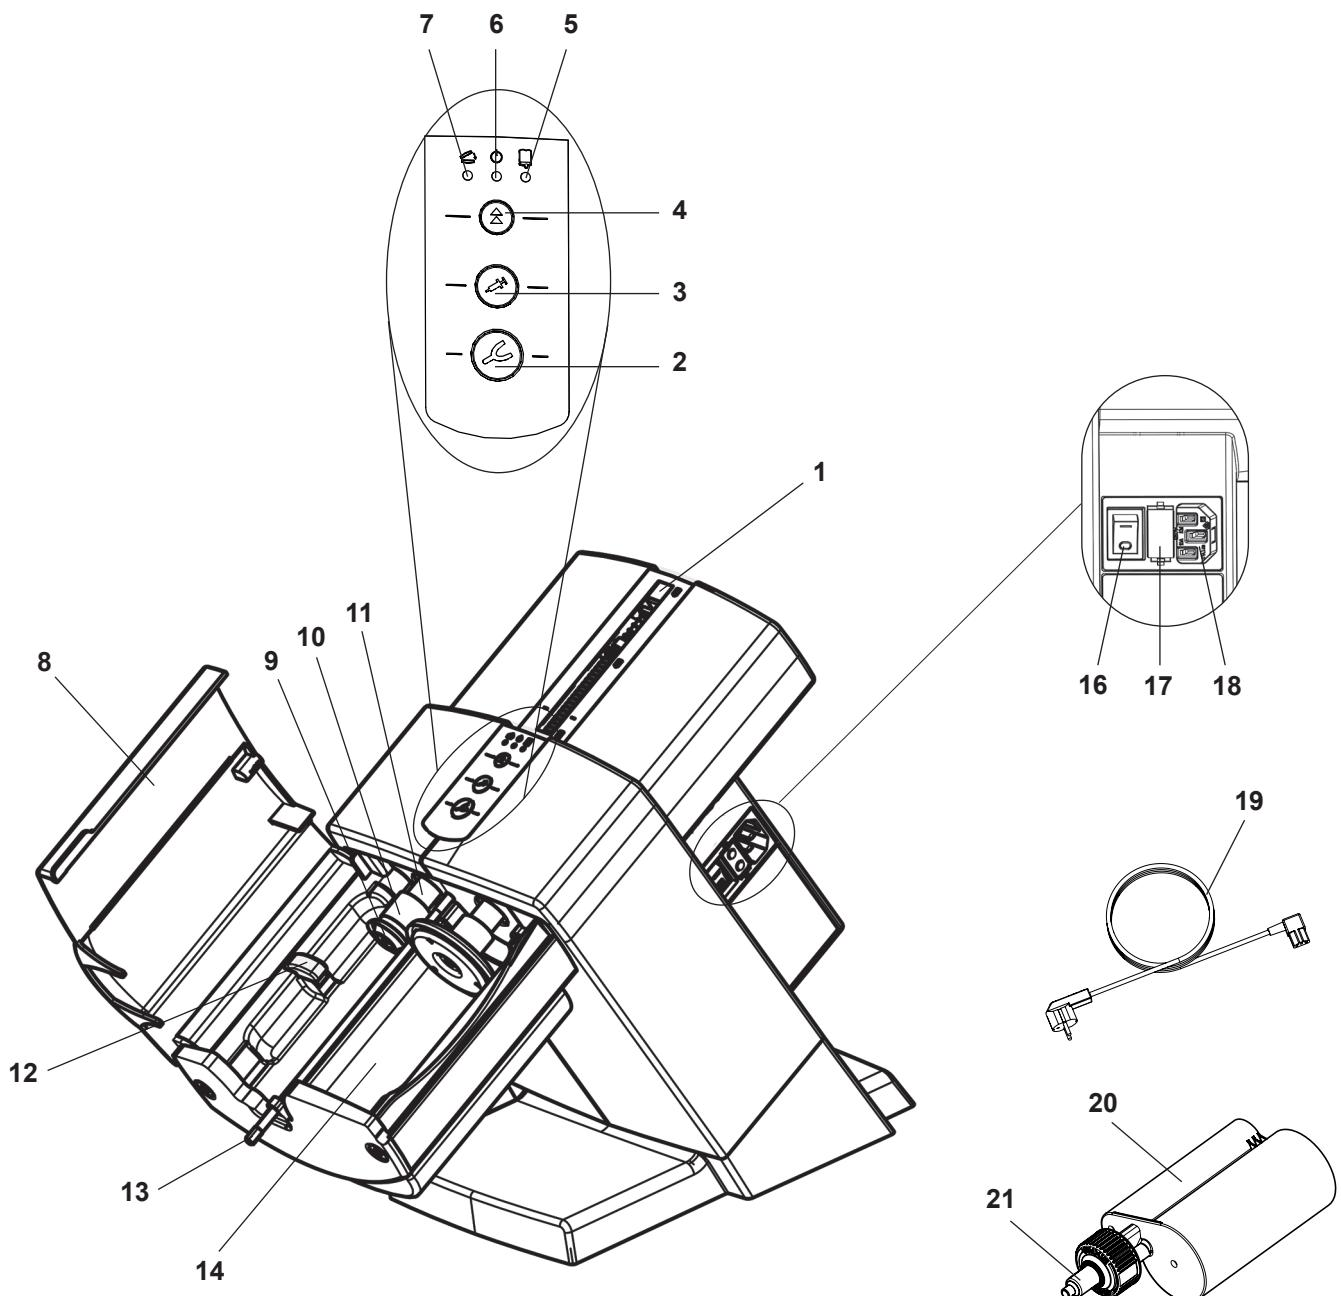

Fig. 1
- ⇒ Inserir o cabo de alimentação fornecido (19, Fig. 1) no conector de rede (18).
- ⇒ Ligar o equipamento no interruptor principal (16).
- ⇒ Feche a tampa da unidade (8, Fig. 1).
- ⇒ Pressione o botão de retorno (4).
- ♦ As placas de impressão (9, Fig. 1) retornam à sua posição de saída e param.
- ⇒ Remova o dispositivo de retenção de transporte (23).
A inserção, assim como a troca de um cartucho, só é possível quando as duas placas de impressão (9, Fig. 1) estiverem em sua posição de saída.
- ⇒ Abra a tampa da unidade (8, Fig. 1).
- ⇒ Inserir o cartucho (20) no equipamento. Observe que o cartucho está localizado sob o dispositivo de extensão (12).
- A tampa do aparelho só pode ser fechada quando o cartucho estiver inserido corretamente. Se a tampa do aparelho não estiver fechada corretamente, o LED vermelho "Abrir tampa do aparelho" (7, Fig. 1) se acenderá.
- ⇒ Pressionar e manter pressionado o botão de alimentação (2) ou (3):
- Moldeira (2), alta velocidade de impressão
- Dispenser (3), baixa velocidade de impressão
- ♦ O misturador hexagonal (13, Fig. 1) começa a girar e se insere automaticamente na ponta misturadora (21, Fig. 1) e depois para novamente.